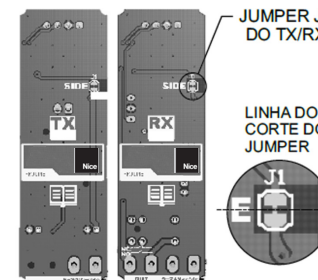

FIGURA 4.2.a
Em cada par de fotocélula ERA S contém DOIS jumpers de configuração do lado (SIDE). Estes jumpers encontram-se no verso das eletrônicas, receptor (RX) e transmissor (TX), conforme figura 4.2.a abaixo:
O padrão dos dois jumpers é normalmente fechado. Para abri-los, basta cortar a trilha entre os contatos do jumper, conforme a figura 4.2.a.